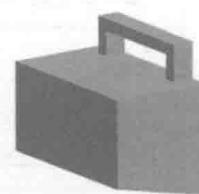
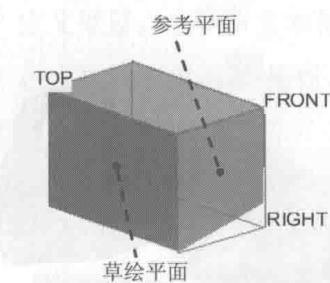
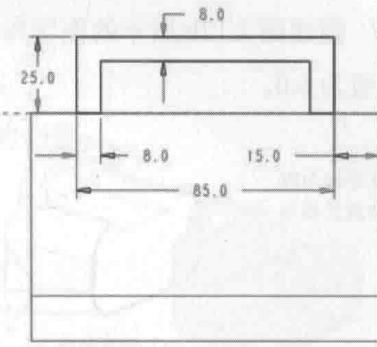

图 2.4 拉伸特征 2
图 2.5 定义草绘平面
图 2.6 截面草图
Step3. 创建图 2.4 所示的拉伸特征 2。在 **模型** 功能选项卡的 **形状** 区域中单击“拉伸”按钮 ，选取图 2.5 所示的草绘平面和参考平面，方向为 **右**；绘制图 2.6 所示的截面草图，在操控板中定义拉伸类型为 **对称**，输入深度值 15，按 Enter 键确认；单击 按钮调整拉伸方向；单击 按钮，完成拉伸特征 2 的创建。